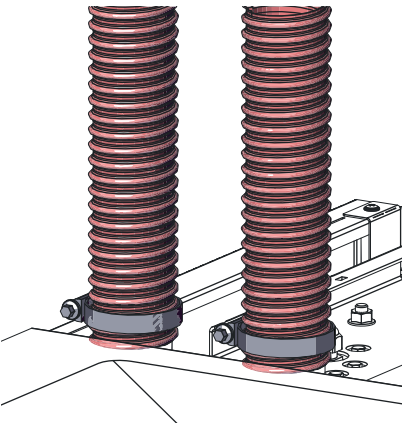

Fig. 110 Montaggio dei tubi flessibili di alimentazione e dell'aria di recupero
- Inserire le fascette sui tubi flessibili e collegare – Fig. 110.